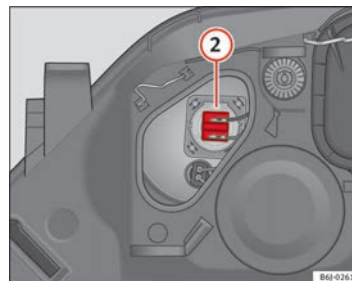

Abb. 152 Fernlicht
- Ziehen Sie den Stecker ⇒ **Abb. 152** **②** nach außen ab.